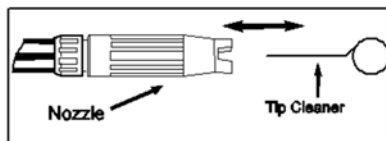

Рис. 5 - Вставьте очиститель в отверстие распылителя и подвигайте его вперед и назад до удаления засора
- Введите имеющийся в комплекте очиститель или разогнутую скрепку в отверстие распылителя и подвигайте вперед-назад до удаления засора (см рис. 5)